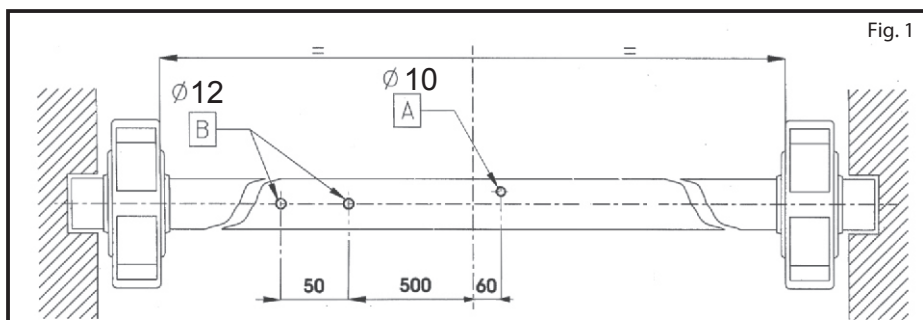
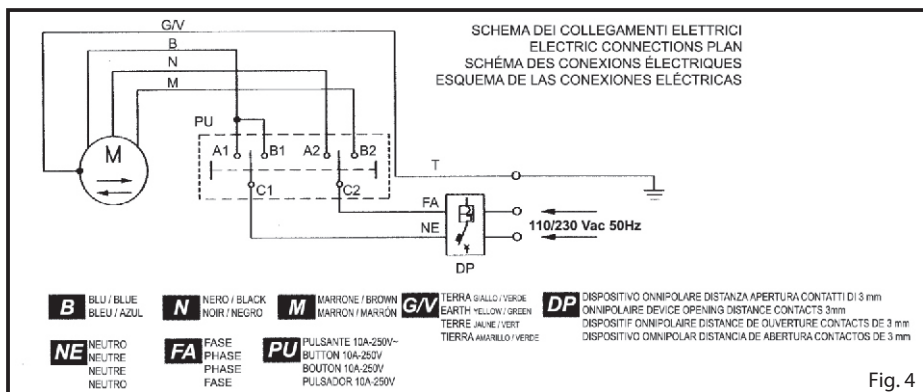

Fig. 1
Fig. 4
- B) Effettuare sull'albero della serranda le tre forature non passanti (FIG. 1).
- F) Se l'albero della serranda è inferiore al diametro del foro dello chassis del motoriduttore è necessario a questo punto montare i manicotti di riduzione, posizionandoli con riferimento al foro A diametro 10 mm, già effettuato (fig. 1).
- P) Introdurre il cavo 4X1 in dotazione all'interno del foro B (fig 1), evitando qualsiasi contatto con le parti in movimento; eseguire i collegamenti elettrici secondo lo schema elettrico in fig.4. In presenza di motoriduttore con elettrofreno, introdurre la guaina del freno all'interno del secondo foro B.